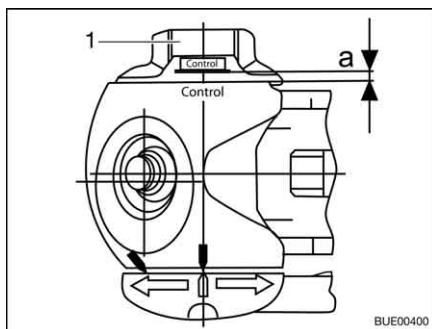

Bild 191 Slitagekontroll
- Vrid ratten (Bild 191,1) tills vridmomentbegränsningen tydligt (och ljudligt) spärrar. Vridriktning: medurs.
- Avstånd $a > 0$ (Bild 191): Slitage inom tillåtna gränser.